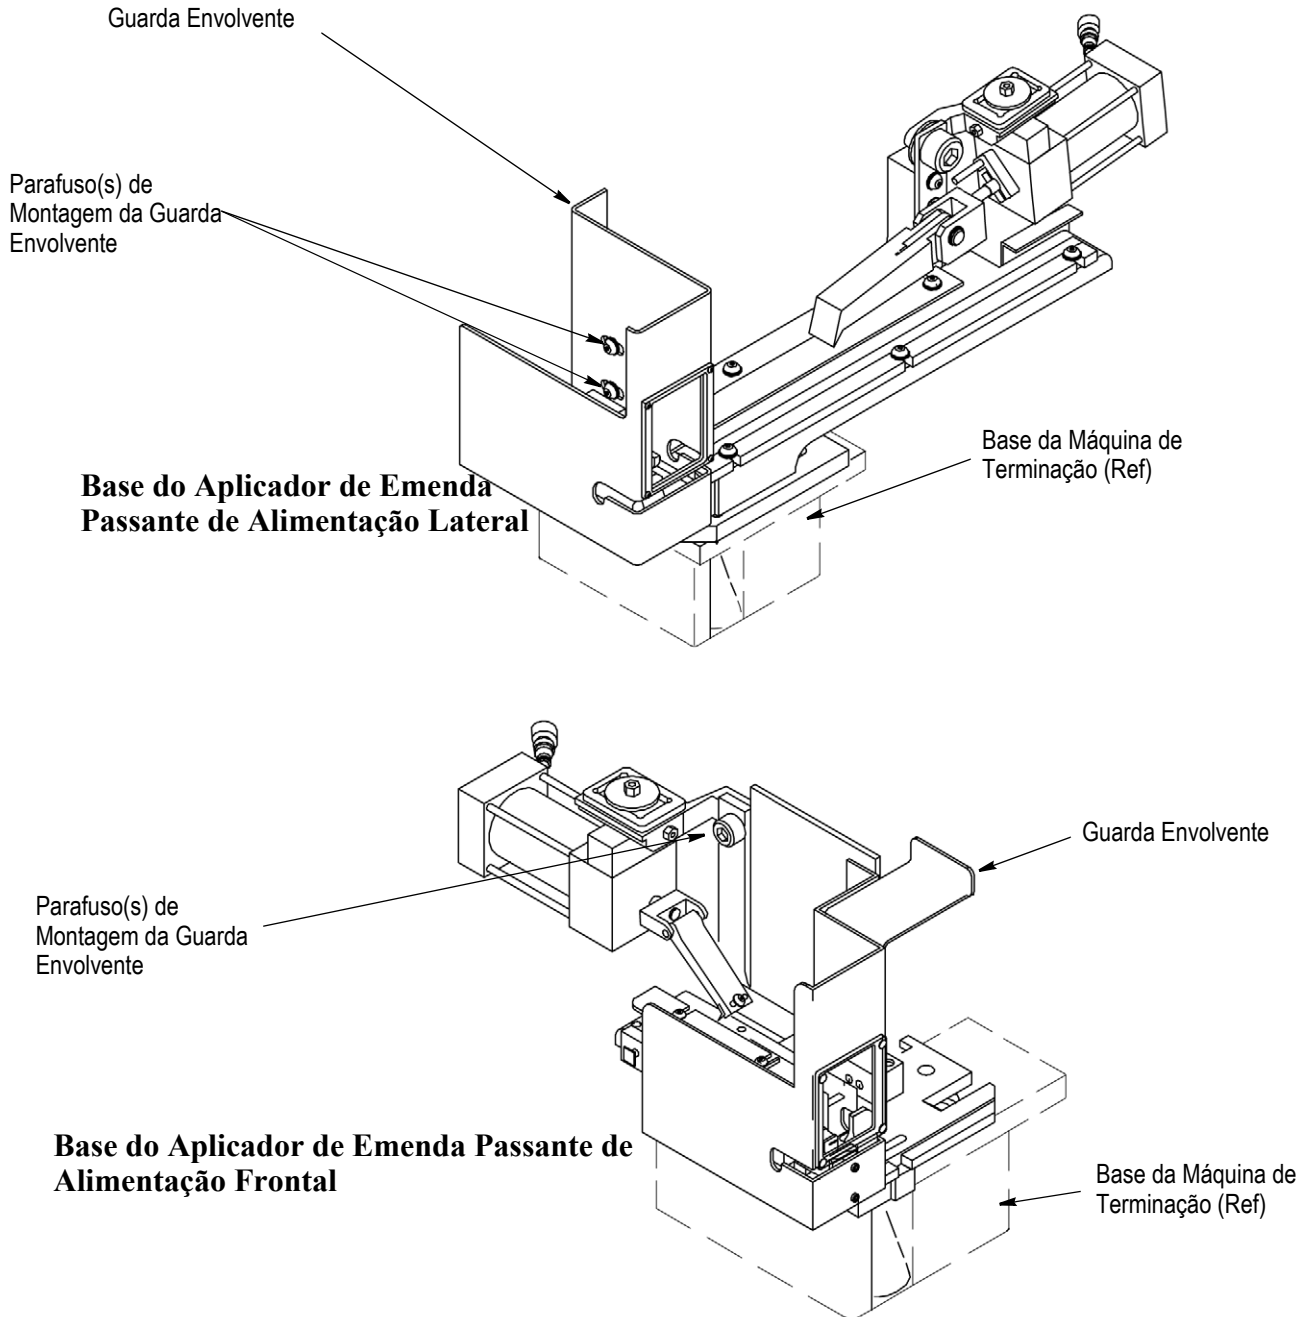

Figura 6
2. Remova a guarda envolvente, retirando os dois parafusos de montagem. Consulte a Figura 6.
3. Remova a guarda envolvente (Figura 6).